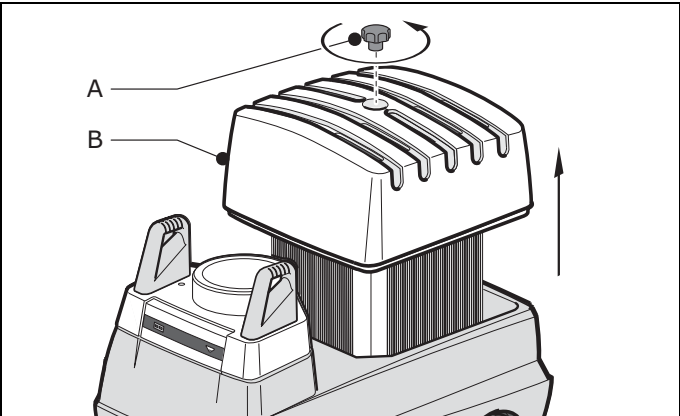

Fig. 6.1 : Ouvrir le capot de filtre
- Fig. 6.1
- Desserrez le bouton en étoile (A) puis retirez le capot de filtre (B).